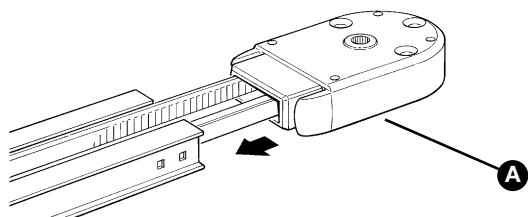

Figura 30
- 4** Riportare nella posizione iniziale il rinvio tendi cinghia ed il carrello. Assemblare la testa della guida **[A]**, come in figura 30. Questa operazione richiede una certa forza, eventualmente utilizzare un martello in gomma.